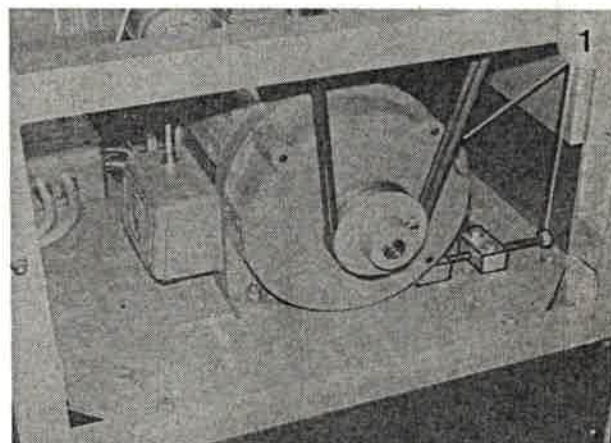

Bild 129
3. Zum Nachspannen Befestigungsschrauben (Bild 129/1) lösen.